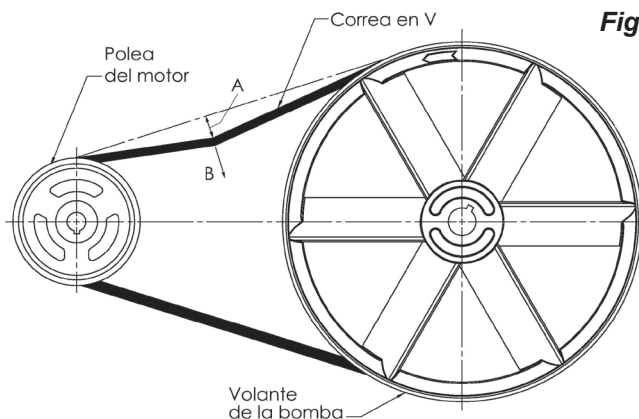

Fig. 8
Debe mantenerse la tensión correcta de la correa y la alineación adecuada de la polea para obtener una máxima eficiencia de accionamiento y vida útil de dicha correa (Vea Fig. 8).
La tensión es correcta si la deflexión es (Vea Fig. 8 A) de 6.5 mm (1/4") al colocar 4,6 kg (10 lb) de fuerza (Vea Fig. 8 B) en un punto intermedio entre la polea del motor y el volante del compresor (Fig. 8 B). Esta deflexión puede ajustarse mediante el procedimiento siguiente. La polea debe alinearse cuidadosamente con el volante y todos los tornillos de fijación deben mantenerse ajustados.
3. Desplace el motor hasta el punto en el cual exista la deflexión correcta (Vea Fig. 8 A y B).